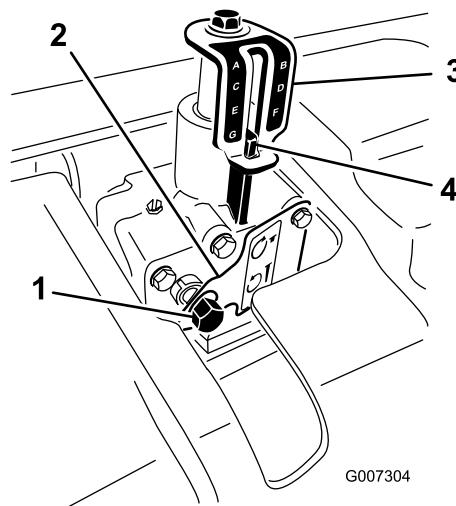

图24
5. 顺时针旋转深度调节器可减小打孔深度逆时针旋转则可增加打孔深度 图24。
6. 旋转深度调节器输入轴直至达到深度指示标贴上所示的所需深度 图24。
3. 用棘轮将一个 9/16 英寸的套管插入深度调节器输入轴内 图24。